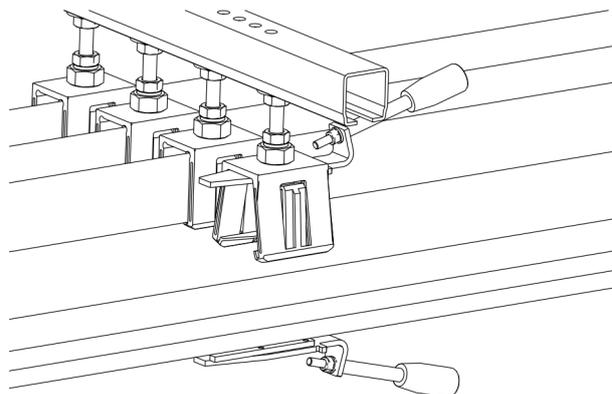

Fig. 67 : Retirer l'outil 2 depuis le côté ouvert du rail conducteur.
- Retirer l'outil 2 depuis le côté ouvert du rail conducteur (voir Fig. 67).